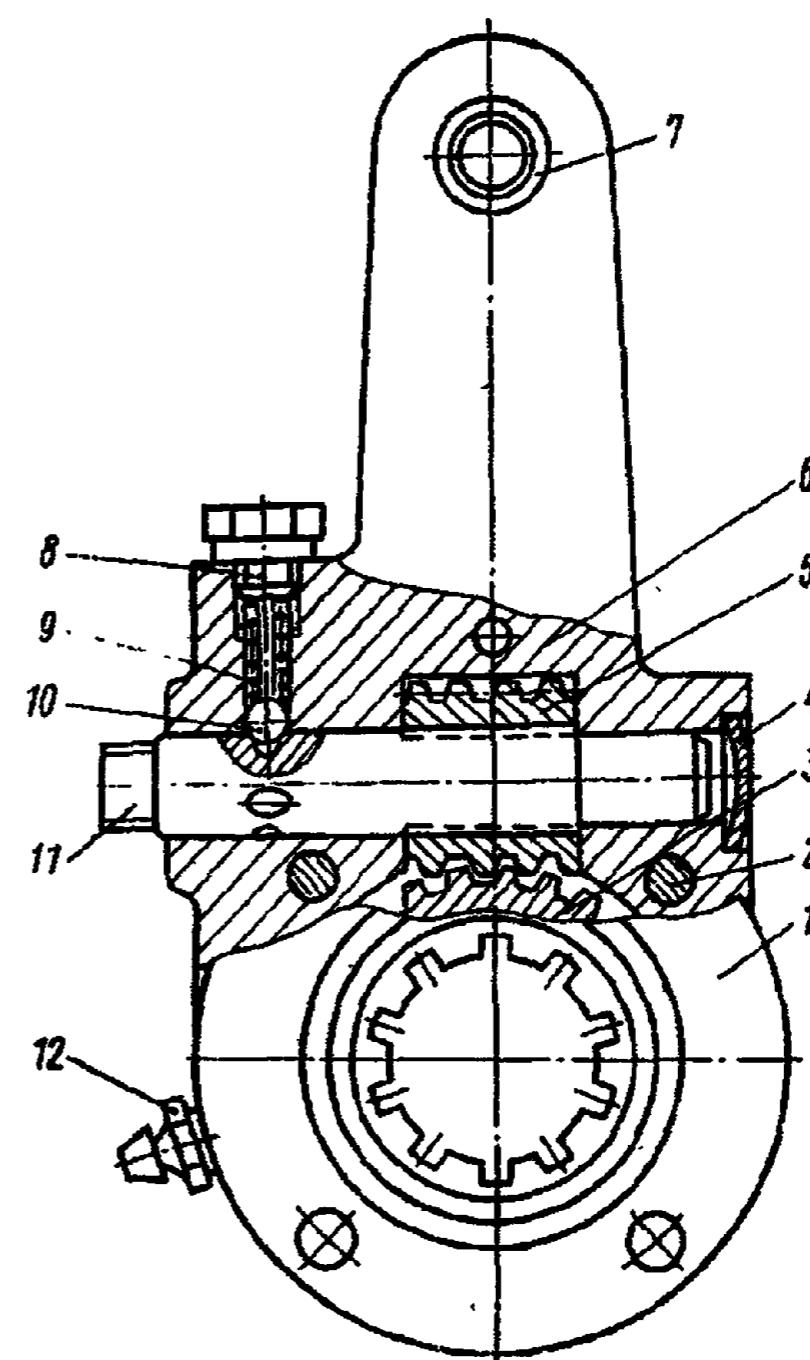

Рис. 62. Гычаг регулировочный:
2. Выверните на 1—2 оборота болт 8 (рис. 62) фиксатора и, поворачивая ось 11 червяка регулировочного рычага тормозного механизма, сведите колодки до упора	Ключи 14, 12 мм
— поворотом оси 11 (см. рис. 62) червяка регулировочного рычага прижмите колодки тормоза к барабану. Поворачивая эксцентриковые оси в одну и другую стороны, установите колодки относительно барабана так, чтобы обеспечить плотное прилегание их к барабану. Прилегание колодок к барабану проверьте щупом через окна в щите тормозного механизма, расположенные на расстоянии 20—30 мм от наружных концов накладок. Щуп толщиной 0,1 мм не должен проходить вдоль всей ширины накладки.
15. Проверьте ось 11 (см. рис. 62) червяка регулировочного рычага так, чтобы ход штока тормозной камеры был 20—30 мм. Убедитесь, что при включении и выключении подачи воздуха штоки тормозных камер перемещаются быстро, без заеданий. Вверните болт 8 фиксатора регулировочного рычага	—